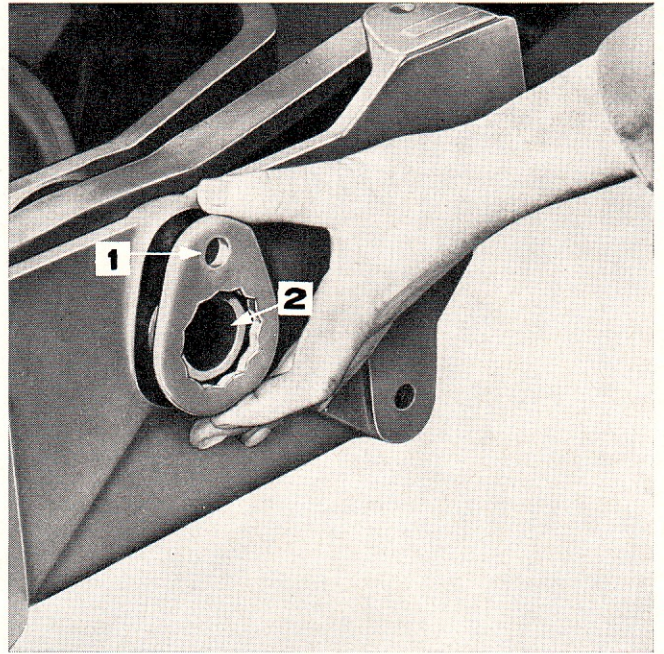

Figure 6: Installation de la plaquette d'appui d'axe d'essieu avant
3. Serrer l'axe de support au couple spécifié et poser la bride de retenue et son boulon. Figure 6.